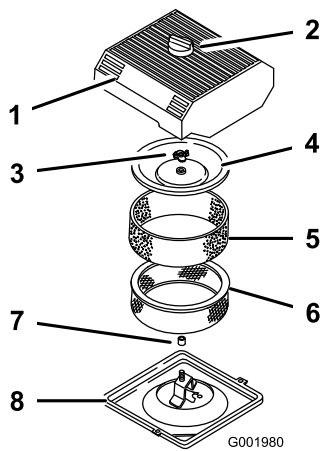

Figura 45
3. Limpie alrededor del limpiador de aire de forma que la suciedad no penetre en el motor y cause daños (Figura 45).
- Afije el pomo de la tapa del limpiador de aire y retire la tapa (Figura 45).
- Deslice cuidadosamente el filtro de gomaespuma para separarlo del filtro de papel (Figura 45).
- Desenrosque la tuerca de la tapa y retire la tapa y el filtro de papel (Figura 45).
- Deslice cuidadosamente el filtro de gomaespuma sobre el filtro de papel (Figura 45).
3. Coloque la tuerca de la tapa con la presión de los dedos solamente contra la tapa (Figura 45).
4. Instale la tapa del limpiador de aire y el pomo (Figura 45).